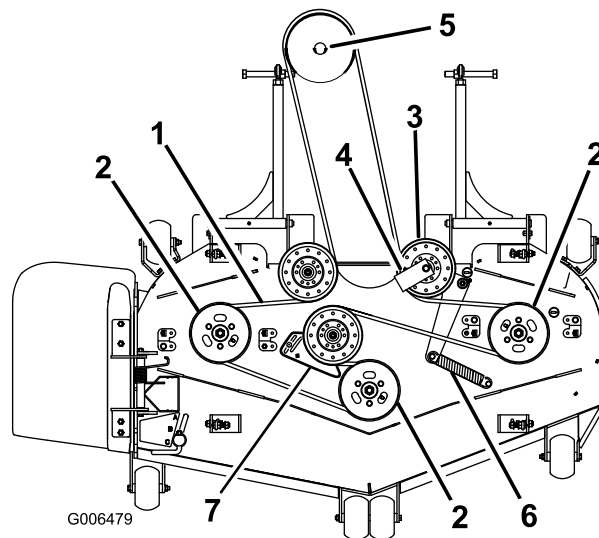

Figura 84
7. Retire la guía de la correa de la polea tensora tensada con muelle, según se muestra en Figura 84.
9. Pase la correa nueva alrededor de las poleas del cortacésped y de la polea de la caja de engranajes, debajo del motor (Figura 84).
10. Instale la guía de la correa en la polea tensora tensada con muelle con un ángulo de 45°, como se muestra en la Figura 84. Apriete el perno a 37–45 N·m.
11. Instale el muelle tensor en los dos postes (Figura 84).